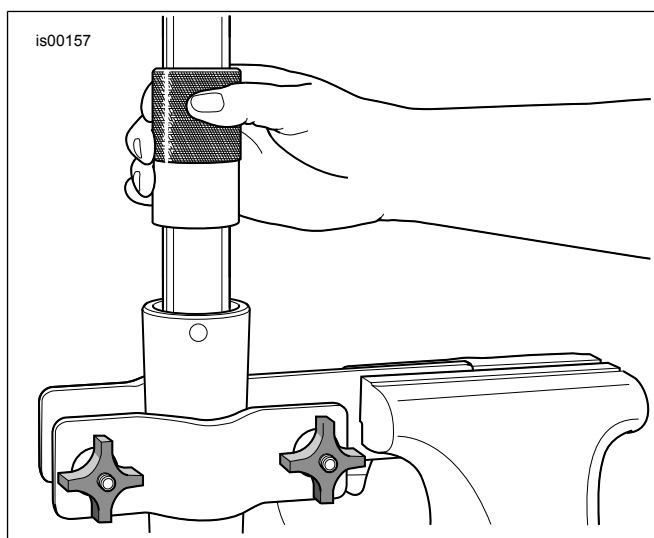

Figura 7. Instalación del sello de aceite de la horquilla
12. Recubra Diámetro interior (ID) and Diámetro exterior (OD) del diámetro interno del buje del deslizador (E) con aceite limpio de la horquilla.
14. Deslice el sello del espaciador (D) por el tubo de la horquilla hasta que haga contacto con el buje del deslizador (en cualquier dirección).
15. Cubra el ID del **nuevo** sello de aceite de la horquilla (4) nuevo con aceite para horquillas limpio.
18. Vea la Figura 7. Obtenga la herramienta para sello/buje de horquilla (HD-45305) y proceda de la siguiente manera:
- b. Vea la Figura 7. Utilizando la herramienta como un martillo deslizante, empuje el sello de aceite de la horquilla (con el sello del espaciador y el buje del deslizador) por el tubo de la horquilla, hasta que la ranura de la presilla de retención quede visible en el diámetro interior del deslizador de la horquilla.